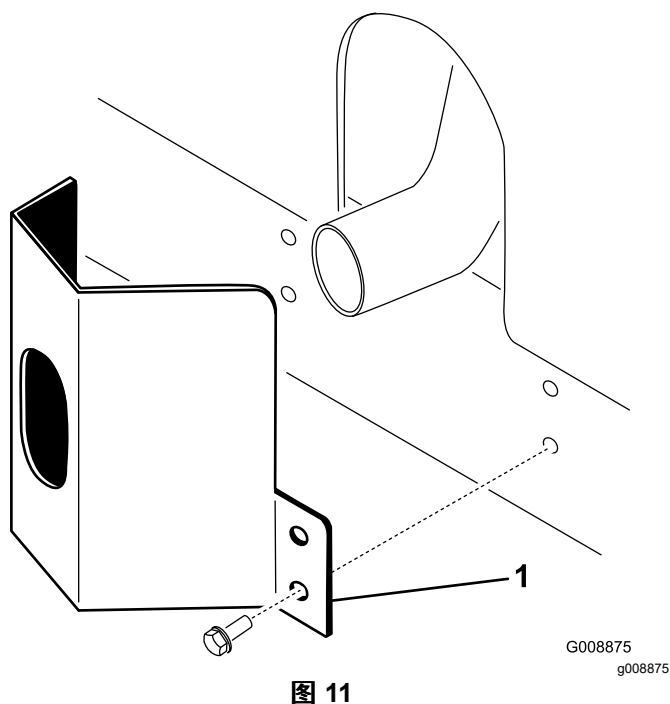

图 11
1. 将排气护罩放到消声器旁边同时将安装孔与机架中的孔对齐 图 11。
2. 用 4 个自攻螺丝将排气护罩固定到机架上 图 11。